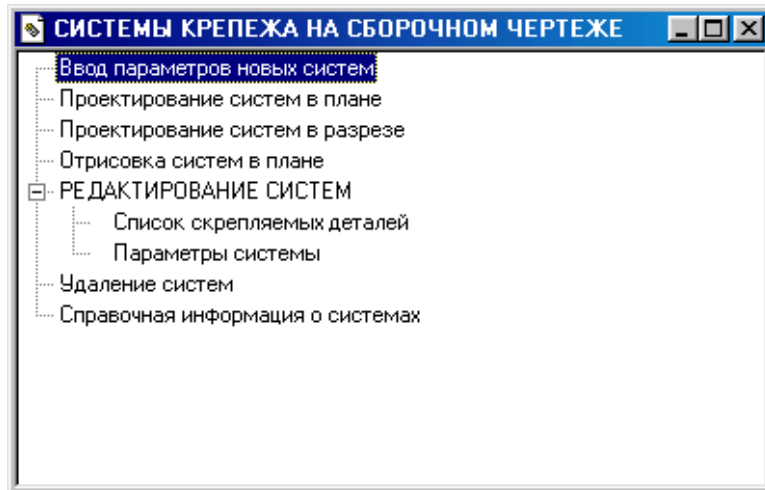
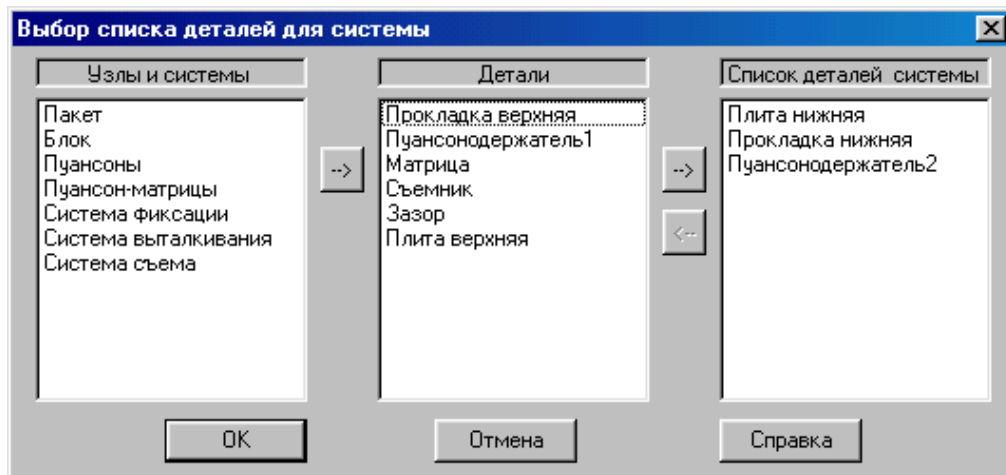

Рисунок 1.84 – Меню проектування систем кріплення на складальному кресленні
Рисунок 1.85 – Вікно вибору деталей для системи
Розглянемо режим проектування систем кріплення на складальному кресленні. При підключенні бібліотеки через «дерево проекту» відкривається складальне креслення й завантажується меню "Системи кріплення на складальному кресленні" (рис. 1.84).
– після активації команди “Уведення параметрів нових систем” із меню (рис. 1.84) в діалогове вікно, що з’явиться, вводиться номер системи (пропонується номер системи за замовчуванням – наступний в порядку зростання за вже існуючими номерами). Після уведення номера системи на екрані висвітлюється вікно “Вибір списку деталей для системи” (рис. 1.85), що містить перелік вузлів проекту, з яких вибираються системою деталі, що скріплюються;
– у вікні “Вибір системи ” вибирається номер системи (рис. 1.84). У нижній частині вікна висвітлюється вид кріпильного елемента системи й деталі, що скріплюються. Наприклад: система 1 – система гвинтів за ГОСТ 11738-84, що скріплює плиту нижню з пуансонотримачем, головка гвинта перебуває в плиті, а різьба в пуансонотримачі;